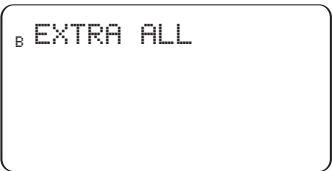

Abbildung 18: Anzeige mit manueller Bewässerung bei allen Stationen, die die Programm B zugewiesen sind.
3. Taste **NEXT** (Weiter) drücken, bis „**B EXTRA ALL**“ angezeigt wird. [Siehe Abbildung 18]